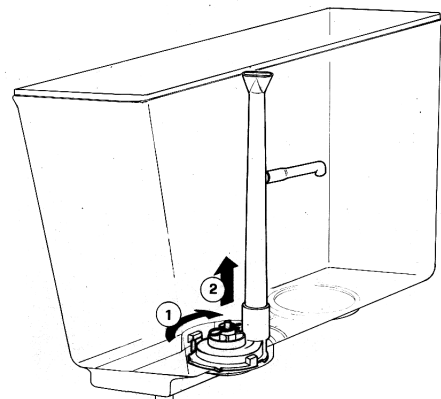

figura 4
- 2 - **Linee HT11 - HT20 PS:** togliere il gruppo pompa dalla vasca ruotandolo (1) in senso orario e sollevandolo (2). Smontare il tubo di mandata ed il tubo a "L". Per togliere la girante e l'alberino dal gruppo pompa, rimuovere l'apposita spina di fissaggio (vedere figura 4).